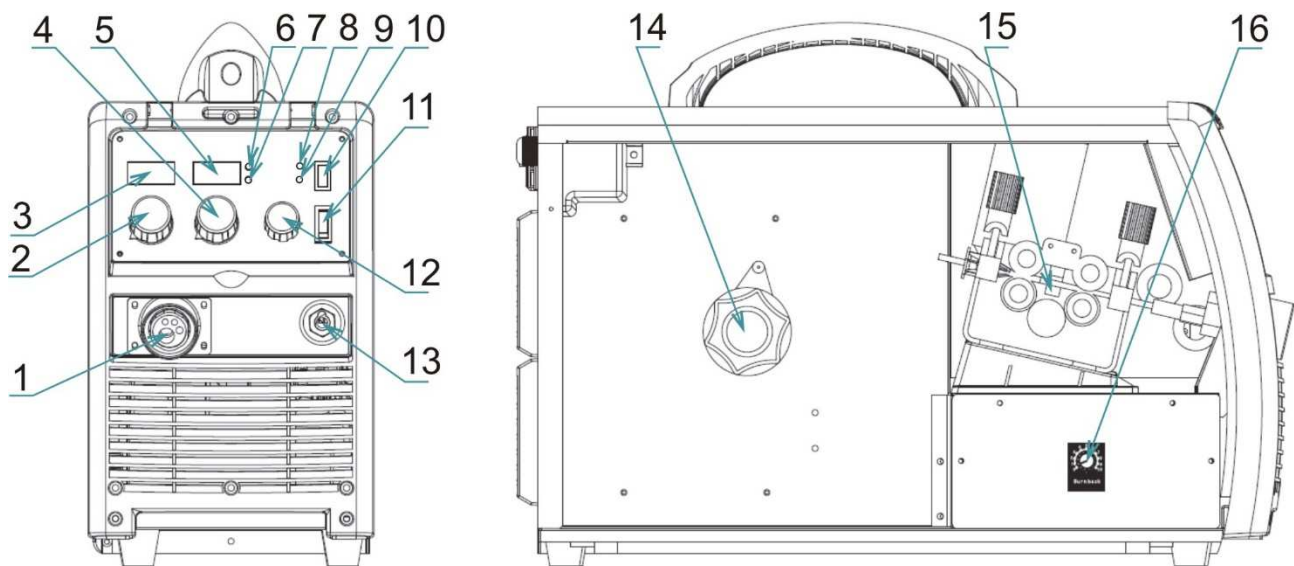

Abb. 1 - Hauptteile
5. Schalten Sie den Hauptschalter in Lage 1 (Abb. 1, Pos. A1).